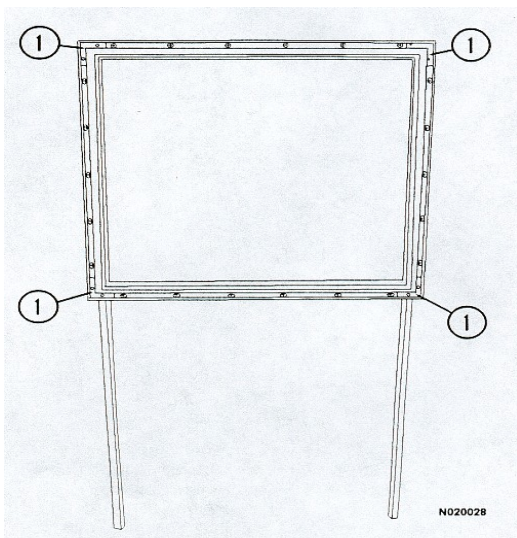

FIGURA 2-13
11. Antes de instalar un vidrio nuevo, inspeccione primero el marco. En cada esquina hay un soporte en “L” con 2 pernos que sostienen las esquinas del marco. Inspeccione los pernos (1, Figura 2-13) para asegurarse que estén apretados. Asegúrese también que el inserto de fieltro de goma en las canales de la ventana esté en buen estado. Si es necesario, reemplácelo.